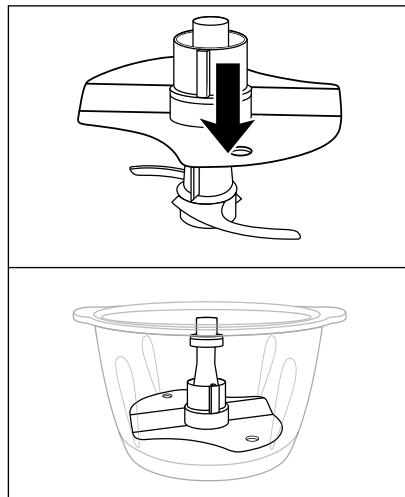

Fig. 1
- per montare 200 - 400 ml di panna, inserire il disco emulgatore **12** sul porta lama **7** in modo che il disco emulgatore **12** poggi e si inserisca su entrambe le parti della lama **8** (fig. 1):